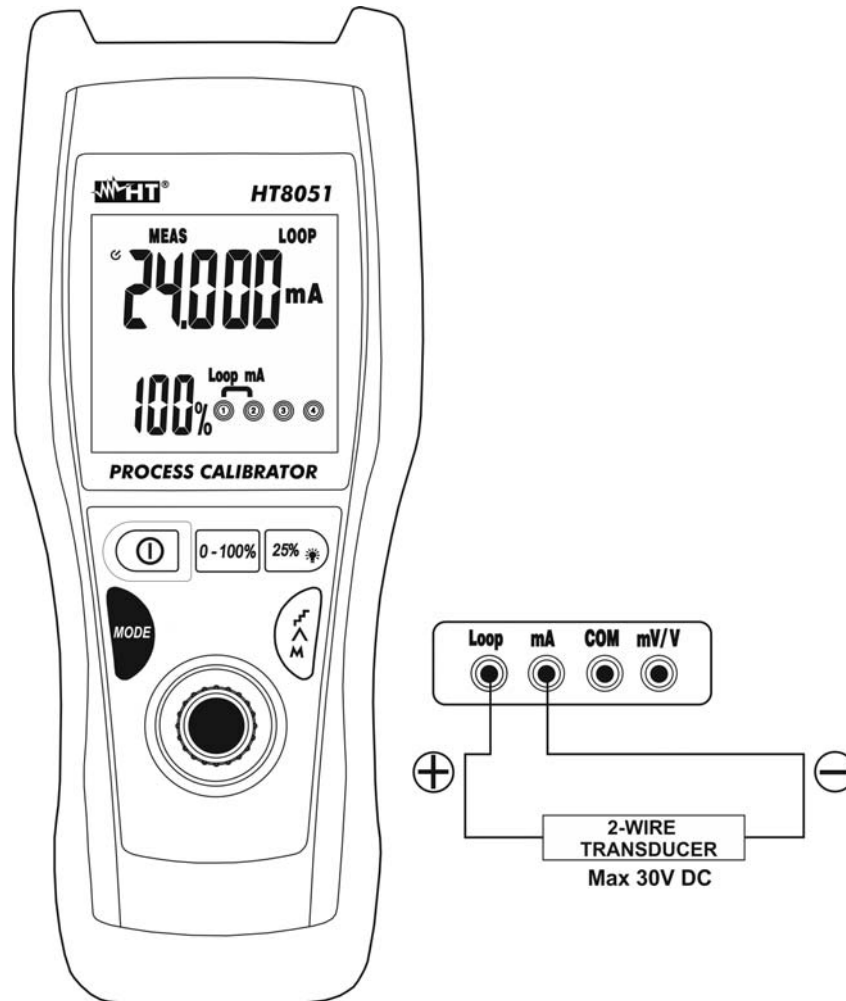

Abb. 7: Messung von Ausgangs-Gleichstrom aus externen Wandlern (Loop)
4. Verbinden Sie die grüne und die schwarze Messleitung mit dem externen Wandler, und dabei achten Sie auf die Strompolarität und -richtung (siehe Abb. 7)
6. Die "-OL"-Meldung gibt an, dass der zu messende Strom den maximalen Wert, der mit dem Gerät gemessen werden kann, überschreitet. Zur Erzeugung des negativen Spannungswerts drehen Sie die Messleitungen in die umgekehrte Richtung in Bezug auf die Verbindung in Abb. 7